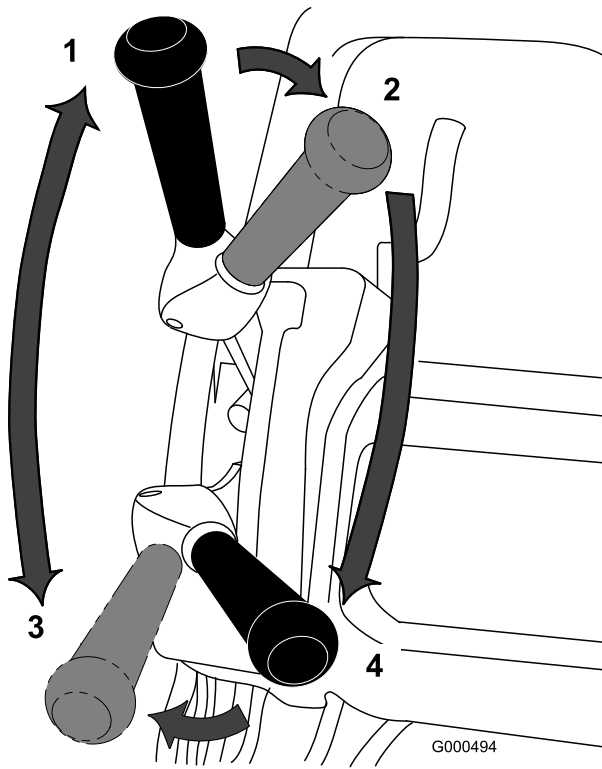

Рисунок 26
1. Запустите двигатель, установите с помощью дроссельной заслонки пониженные обороты, нажмите на ручку вниз, чтобы поднять режущий блок, нажмите на кнопку механизма контроля присутствия оператора, переведите рычаг тяги в положение «Вкл.» и переместите газонокосилку на край поля (Рисунок 26).
2. Переведите рычаг тяги в положение «Выкл.» и включите рычаг привода барабана (Рисунок 26).
3. Переведите рычаг тяги в положение «Вкл.», увеличивайте посредством дроссельной заслонки частоту вращения двигателя до тех пор, пока газонокосилка не будет двигаться с требуемой скоростью, переместите газонокосилку на поле, опустите переднюю часть газонокосилки и начните работу (Рисунок 26).